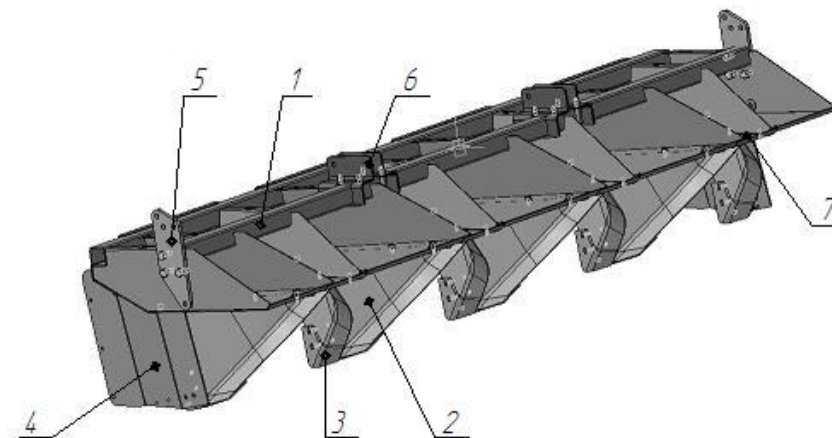

Рис. 6 Гребнеобразователь в сборе.
4.5. Гребнеобразователь (рис.6) предназначен для формирования трапецидального профиля гребня. Гребнеобразователь состоит из сварной рамы 1. Для формирования гребня внизу установлены спаренные формообразователи 2 на которых установлена двухгранная накладка 3, выполненная из твердого сплава. По краям гребнеобразователя установлены щитки 4. Для крепления гребнеобразователя к раме культиватора установлены два кронштейна 5 и четыре уха 6.
- ширина гребня регулируется путем перемещения формователей гребня 2 (рис. 6) по сектору;
- для формирования гребней на послеवсходовом поле необходимо снять вставки 7 (рис.6) с гребнеобразователя.